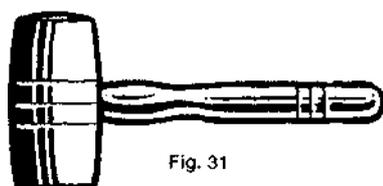

Fig. 31
*Macete* (Fig. 31). — Espécie de martelo grande de madeira dura feito no torno e preso a um cabo.